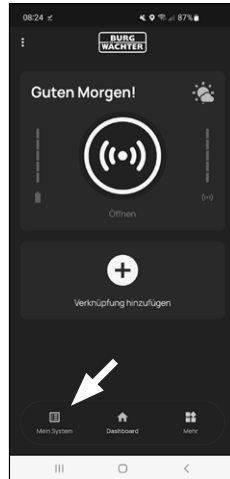

Abb. 1
- 1 Öffnen Sie im Hauptschirm das Menü „Mein System“ (Abb. 1).